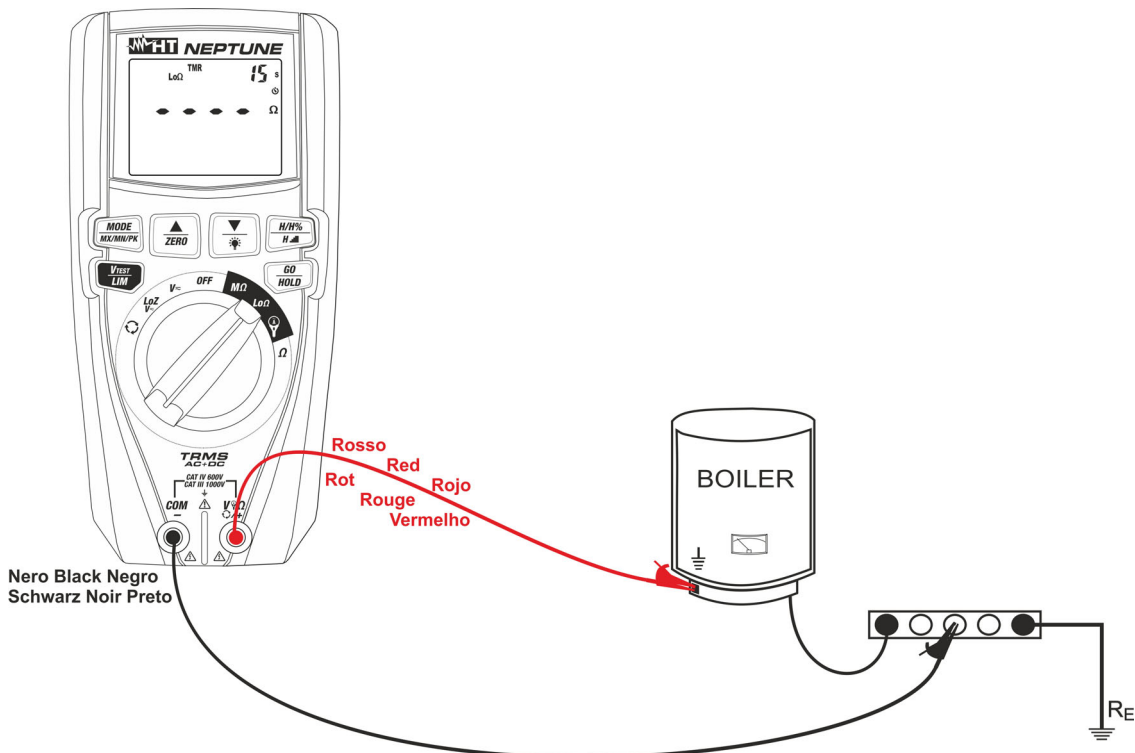

Fig. 29: Uso dello strumento per misura continuità in modo TMR
7. Inserire il conduttore rosso nel terminale di ingresso **V Ω /+** e il conduttore nero nel terminale di ingresso **COM/-** e collegare lo strumento all'impianto in esame (vedere Fig. 29)